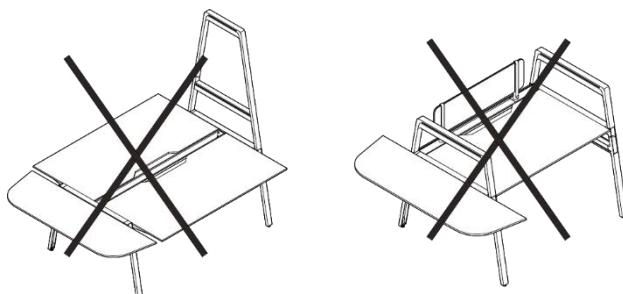

Bild 13 Halbrunde Anbauplatte, unzulässiger Anbau
- Doppelarbeitsplatz, Sitzhöhe (siehe Bild 13, links).
- Einzelarbeitsplatz (siehe Bild 13, rechts).